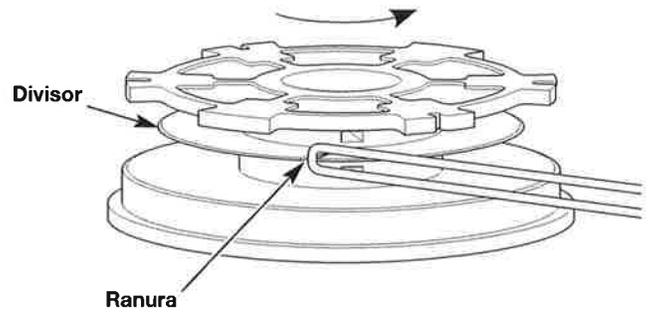

Fig. 12
2. Inserte el lazo en la ranura del divisor (Fig. 12). Enrolle el hilo ajustado en el sentido que se indica en la parte inferior del carrete interior hasta que queden aproximadamente 6 pulgadas (150 mm) de hilo. Mantenga la mitad superior del hilo por encima del divisor y la mitad inferior del hilo por debajo del divisor.